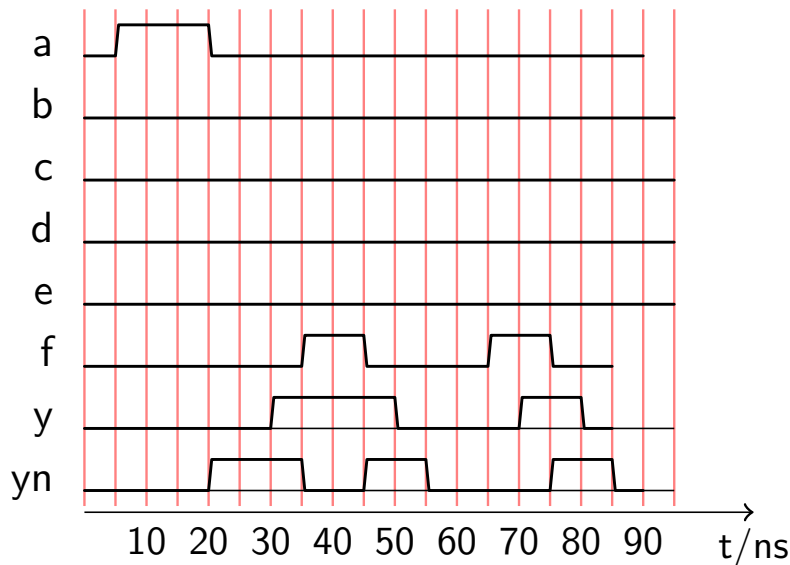

Abbildung 4: Zeitverlauf des Signals am Ausgang y aus Aufgabe d) und yn aus Aufgabe f)
d) und f) In Abbildung 4 ist der zeitliche Verlauf des Signals am Ausgang y dargestellt. yn zeigt den Signalverlauf der Schaltung aus der folgenden Aufgabe gemäß Aufgabenstellung f). Durch die logische ODER Funktion der Schaltung führt eine 0 an einem der Eingänge zu einer 1 am Ausgang. Zunächst ändert sich der Eingang a von 0 auf 1. Eine Änderung ist fünf Gatterlaufzeiten, d.h. 25ns nach dieser Änderung am Ausgang y sichtbar. Die Dauer des Pulses am Eingang a beträgt 15 ns. Eine Änderung am Eingang f ist mit einer Verzögerung von einer Gatterlaufzeit am Ausgang y sichtbar. Deshalb bleibt der Ausgang y auch für insgesamt 20ns auf 1.